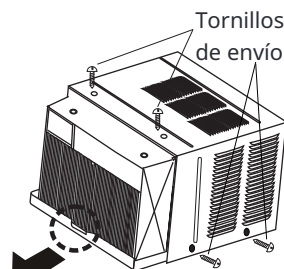

Fig.5
7. Retire los tornillos de envío de la parte superior de la unidad y también en el lado junto a la base si está instalado (ver Fig.5).